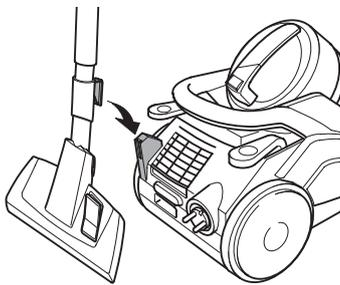

Abb. 18
- Zum Aufbewahren oder bei Arbeitspausen können Sie die Parkhalterung verwenden, um den Parkhaken an der Bodendüse einzuhaken (Abb. 18).